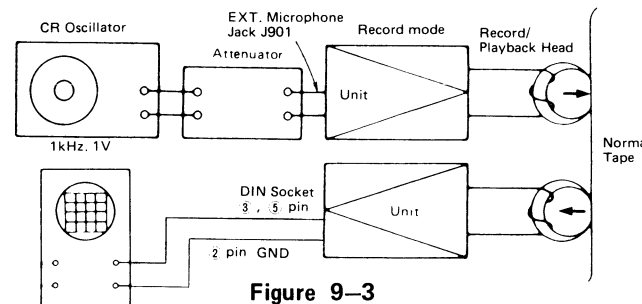

Figure 9-3
1. Connect instruments as shown in Fig. 9-3.
3. Place the unit in record mode and check for the output voltage between pins ③ and ⑤ of DIN socket.
4. Reproduce the tape which has been recorded in the above step 3 and check for the output voltage between pins ③ and ⑤ of DIN socket.
1. Die Instrumente gemäß Abb. 9-3 anschließen.
3. Das Gerät auf Aufnahmebetriebsart einstellen und die Ausgangsspannung zwischen Stifte ③ und ⑤ der DIN-Buchse überprüfen.
4. Das im obenerwähnten Schritt 3 aufgenommene Band wiedergeben und die Ausgangsspannung zwischen Stifte ③ und ⑤ der DIN-Buchse überprüfen.
1. Brancher les instruments comme cela est indiqué dans Fig. 9-3.
3. Mettre l'appareil dans le mode d'enregistrement et vérifier la tension de sortie entre broches ③ et ⑤ de la douille DIN.
4. Faire lire la bande qui a été enregistrée à l'étape 3 ci-dessus et vérifier la tension de sortie entre broches ③ et ⑤ de la douille DIN.